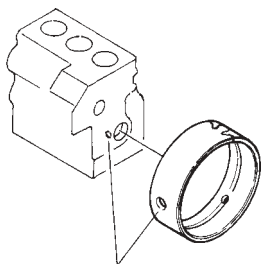

Fig. 75 Repérage du trou d'huile
3. Avec un feutre, tracer une ligne passant par le trou dans le bloc et la bague (figure 75). Huiler la face extérieure de la bague et la surface de contact dans le bloc.